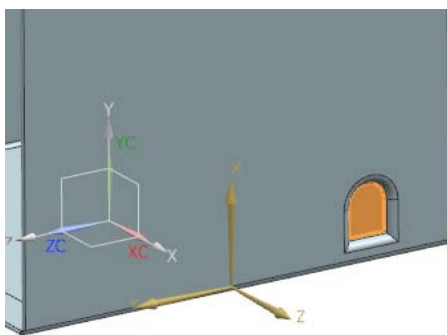

图 7-121 选择草图工作平面
(1) 选择“菜单(M)”→“插入(S)”→“切割(T)”→“法向除料(N)”，或者单击“主页”选项卡“特征”面组上的“法向除料”按钮, 打开“法向除料”对话框。设置“切割方法”为“厚度”，“限制”为“直至下一个”。
(2) 单击“绘制截面”按钮, 打开“创建草图”对话框。在视图区选择草图工作平面，如图 7-121 所示。